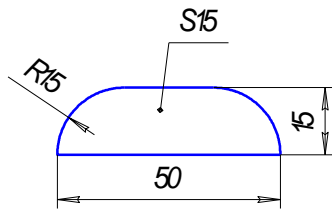

Рис. 10
5. Выполнить модель передних лап (рис. 10, 11)